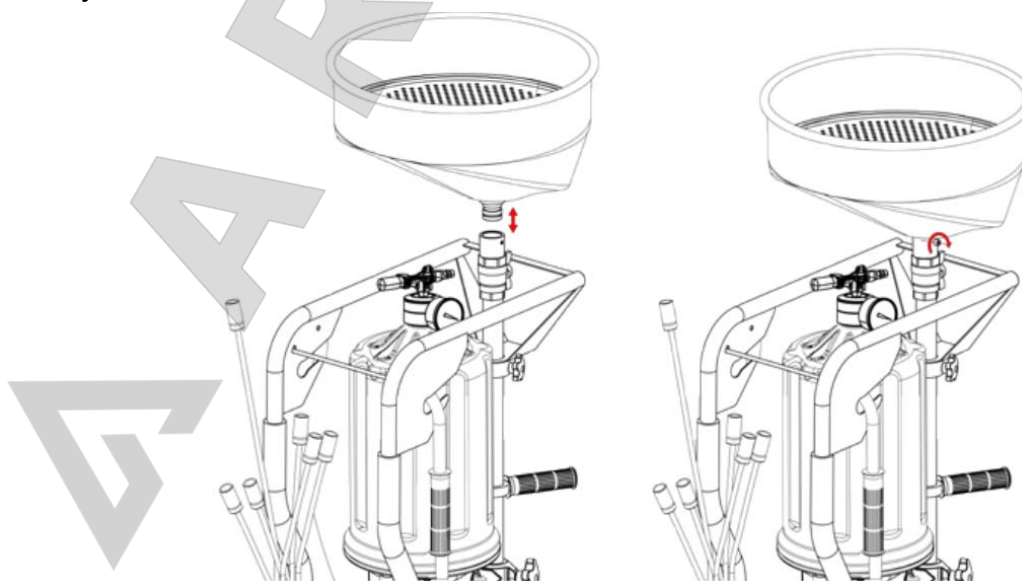

Рис. 3
6. При первом использовании отвинтите стопорную гайку (см. рис. 3) и поверните штангу несколько раз, после чего поднимите ее. Теперь ее можно легко поднимать и опускать.